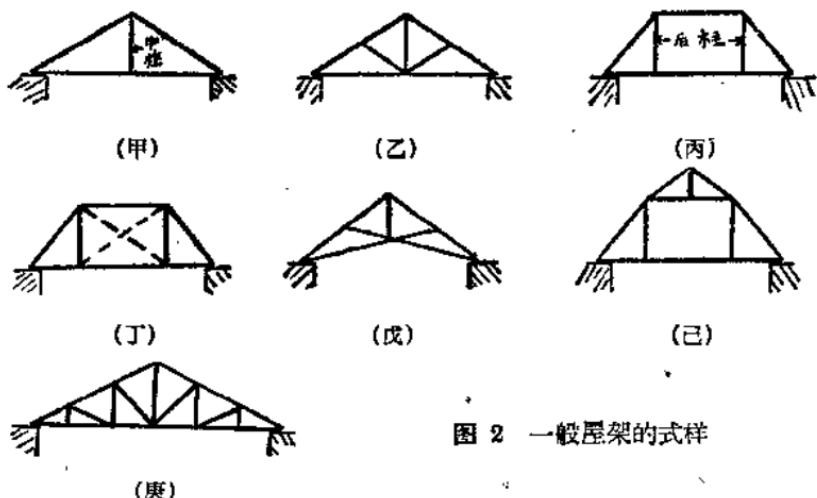

图 2 一般屋架的式样
(1) 中柱式：这是一种最简单的屋架，除了上弦、下弦之外，在中央有一根直的拉杆名叫中柱(见图2甲)，所以叫中柱式屋架。这种屋架的跨距不能超过5公尺；如果跨距要做得大一些，一定要加二根斜撑，如图2乙所示。但最大亦不能超过9公尺。
(2) 后柱式：这种屋架是在上弦的上端大約去掉三分之一的长度，改用一根横梁連接起来，另外加二根直杆，叫做后柱（见图2丙）。有的在中間再加一对交叉的斜撑，用来抵抗风力，如图2丁中虚綫所示。这种屋架的跨距亦不宜超过9公尺。
(3) 剪刀式：这种屋架下弦傾斜成剪刀形（见图2戊），但下弦过中心点的延长部分，應該作为斜撑。屋頂坡度如果需要很陡，多用这种屋架。跨距一般亦不宜超过9公尺。
(4) 孟沙式：这种屋架的形式，是把中柱式的架子放在后柱式的架子上面合并成功的。这种屋架适用在双斜两落水的屋面（见图2己）。
(5) 豪氏式：这是一种用途最广的普通人字屋架，是工人們最熟悉的。跨距可从6公尺到20多公尺。这种屋架上下弦及斜撑都用木材，而堅直拉杆通常多用一根或二根长螺絲（见图2庚）。